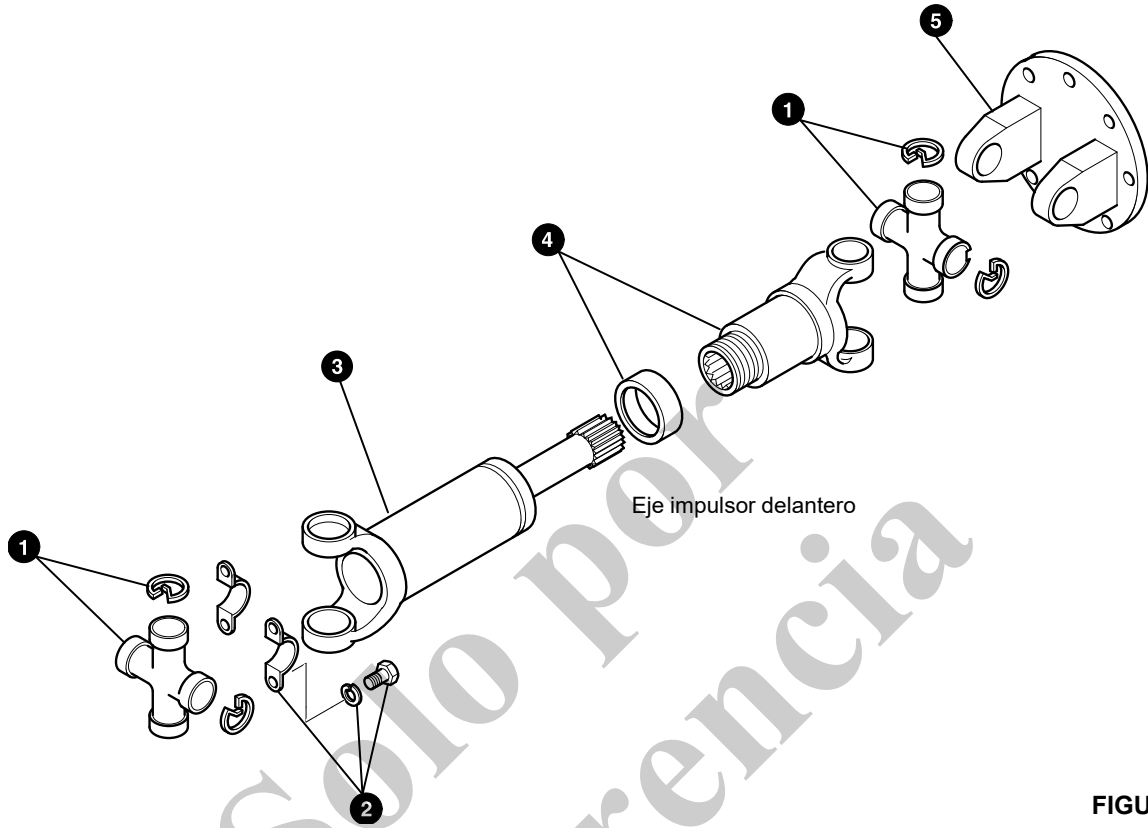
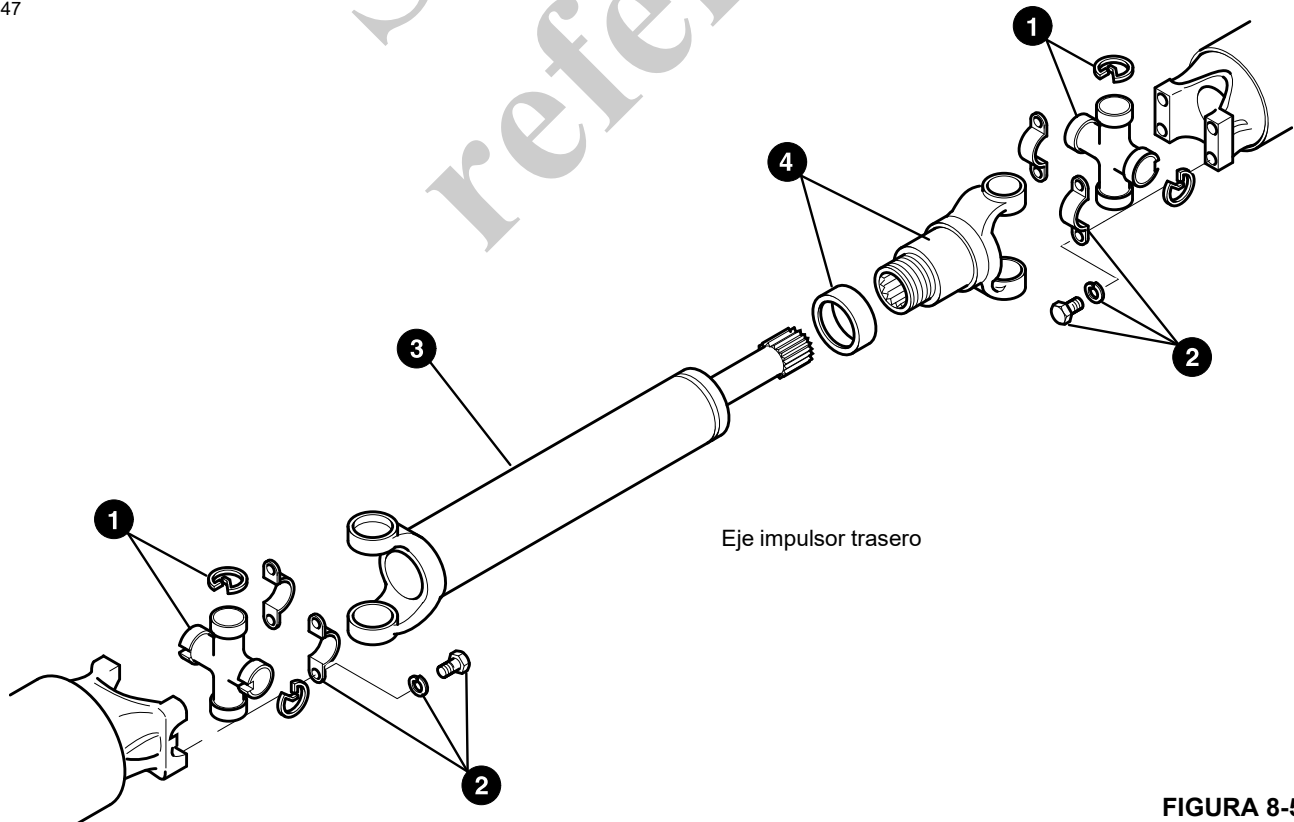

FIGURA 8-50
FIGURA 8-51
Las tiras retenedoras **2** (Figura 8-50 y Figura 8-51) se estiran con el uso, por lo tanto siempre se deben reemplazar con tiras nuevas.
1. Quite los pernos, las arandelas de seguridad y las tiras de montaje **2** (Figura 8-50) de la transmisión.
1. Ponga la horquilla de brida **5** (Figura 8-50) en un tornillo de banco. Usando alicates, retire los dos anillos elásticos de las tapas de cojinete de la horquilla de brida.
1. Retire los dos anillos elásticos de las tapas de cojinete en la horquilla deslizante **4** (Figura 8-51).
6. Aplique aceite SAE 140 a las estrías en la horquilla de manguito **3** (Figura 8-50 y Figura 8-51). Arme el conjunto de tapa guardapolvo en la horquilla de manguito. Deslice la horquilla de manguito en la horquilla deslizante (**4**). Asegúrese que ambos extremos del eje impulsor estén en el mismo plano. Apriete el conjunto de tapa contra polvo.
5. Aplique aceite SAE 140 a las estrías en la horquilla de manguito **3** (Figura 8-50 y Figura 8-51). Arme el conjunto de tapa guardapolvo en la horquilla de manguito. Deslice la horquilla de manguito en la horquilla deslizante **4**. Asegúrese que ambos extremos del eje impulsor estén en el mismo plano. Apriete el conjunto de tapa contra polvo.
1. Sujete la horquilla de brida **5** (Figura 8-50) al disco del freno de estacionamiento en el eje delantero con ocho pernos, arandelas de seguridad y tuercas.
1. Sujete la cruceta **1** (Figura 8-51) a la horquilla del eje delantero utilizando un juego de tiras nuevas **2**.